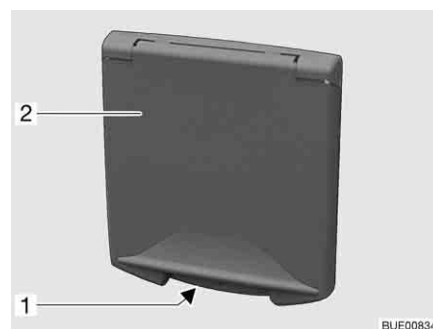

Bild 47 Druckschloss Serviceklappe
- Schlüssel in Schließzylinder des abschließbaren Druckschlösses (Bild 47,1) stecken und eine viertel Umdrehung drehen. Das Druckschloss ist entriegelt.
- Schlüssel in Schließzylinder des abschließbaren Druckschlösses (Bild 47,1) stecken und eine viertel Umdrehung drehen. Das Druckschloss ist verriegelt.